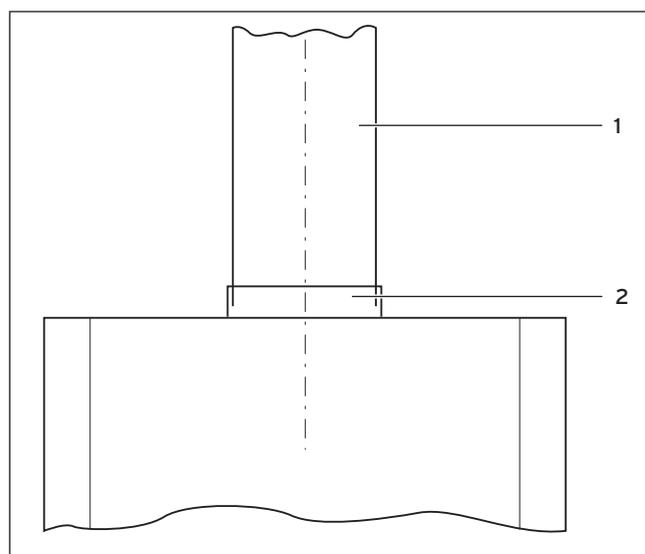

Fig. 4.1 Conexión al sistema de evacuación de gases
- Coloque el conducto de evacuación (1) de la conexión del conducto de evacuación (2) en el cortatiro, véase fig. 4.1.